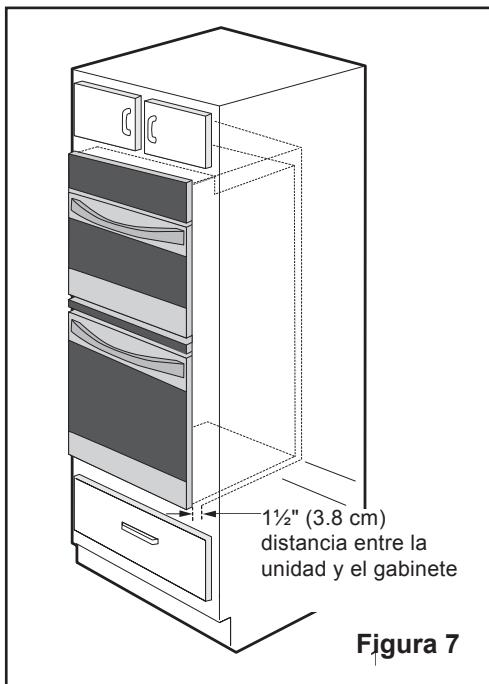

Figura 7
- 5 Insertar el horno en la abertura del gabinete. Deslizar el horno hacia dentro dejando  $1\frac{1}{2}$ " (3.8 cm) de espacio libre entre el horno y la parte delantera del gabinete (ver la Figura 7).